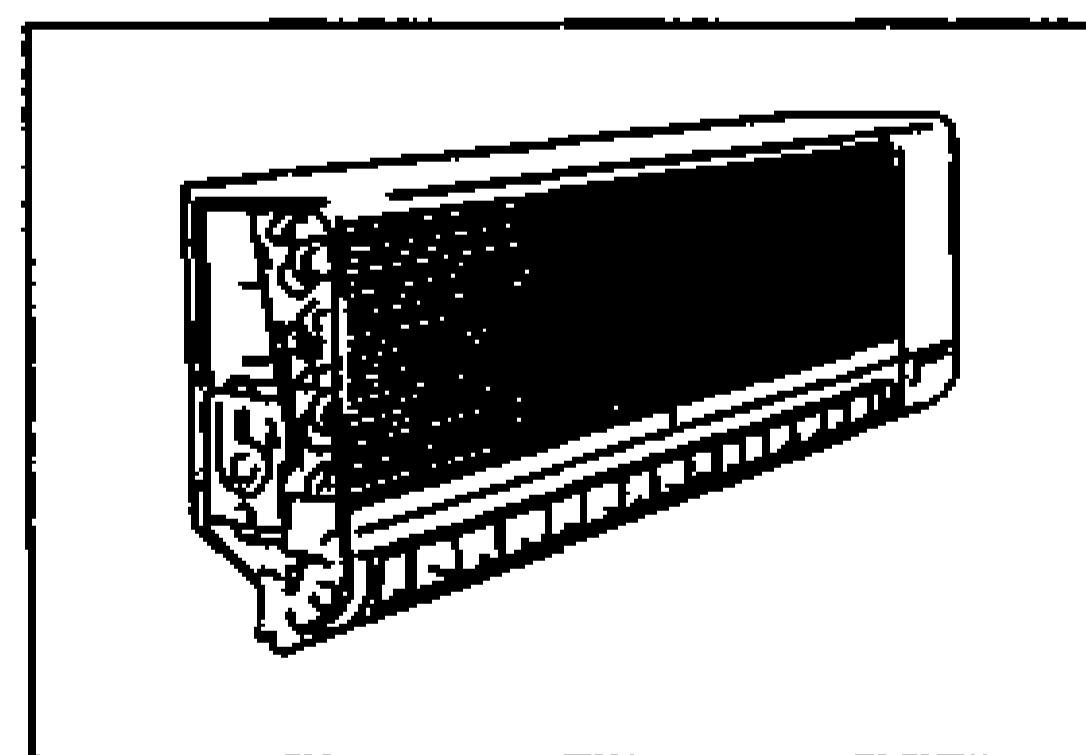

图 7-2-9
(6) 将主机从顶部钩装到吊板上。先轻轻地钩住左侧，然后再返回到右侧。如图 7-2-9 所示。